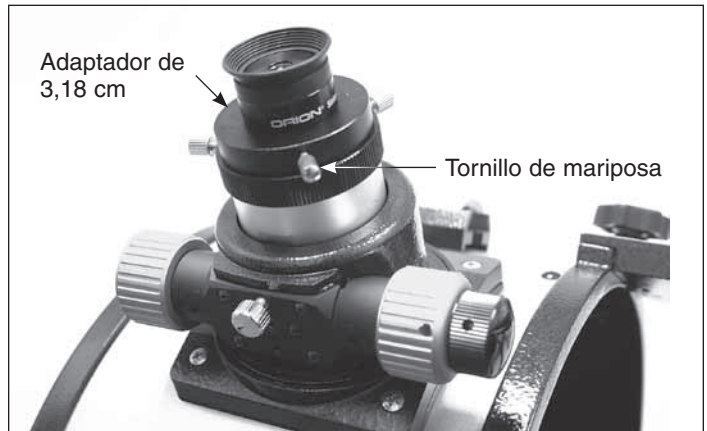

Figura 30. Ocular Sirius Plössl de 3,18 cm Sirius Plössl instalado en el enfocador.
4. Para montar el ocular Sirius Plössl de 3,18 cm en lugar del ocular DeepView de 5,08 cm, deje el adaptador de 3,18 cm en el enfocador y asegúrese de que los dos tornillos de mariposa del adaptador de 5,08 cm están apretados. A continuación, afloje el tornillo de mariposa del adaptador de 3,18 cm, no afloje los dos tornillos de mariposa del adaptador de 5,08 cm. Inserte el ocular de 3,18 cm en el adaptador para oculares de 3,18 cm y sujételo volviendo a apretar el tornillo de mariposa del adaptador para oculares de 3,18 cm (figura 30). El otro ocular se puede colocar en el portaoculares hasta que lo necesite.